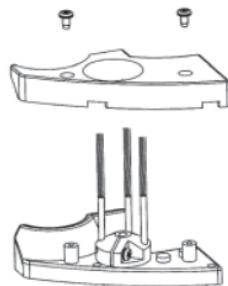

Рисунок 3
1. Открутите два винта, согласно рис. 3